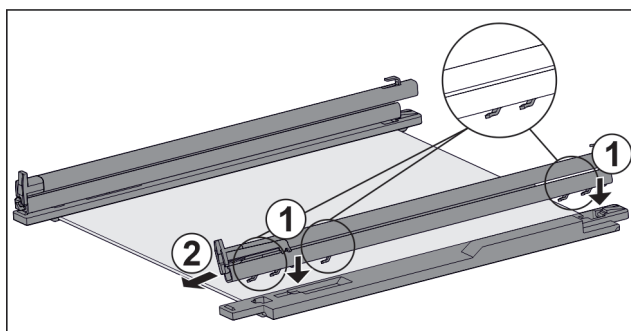

Fig. 159 Skleněná deska s kolejničkami a přídržnými díly
- Nasadte háčky kolejničky na otvory **levého** přídržného dílu. Fig. 159 (1)
- Vytáhněte kolejničku dopředu. Fig. 159 (2)
- Nasadte háčky kolejničky na otvory **pravého** přídržného dílu. Fig. 159 (1)